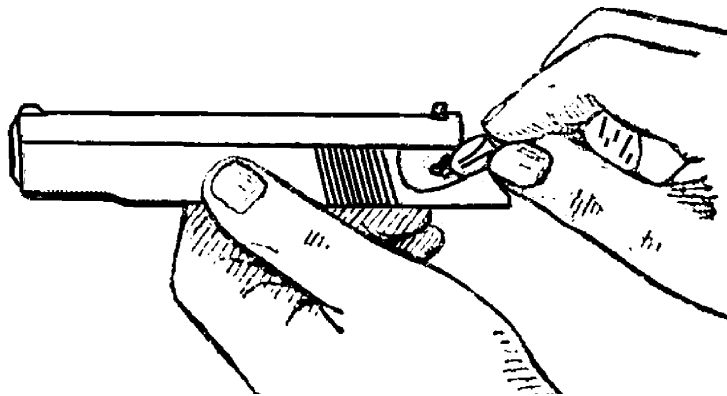

Рис. 12. Отделение предохранителя от затвора.
5. Отделить предохранитель и ударник от затвора. Взяв затвор в левую руку, большим пальцем правой руки повернуть флажок предохранителя вверх; затем указательным и большим пальцами правой руки отвести флажок из гнезда несколько в сторону, повернуть дальше назад и вынуть из гнезда затвора (рис. 12).